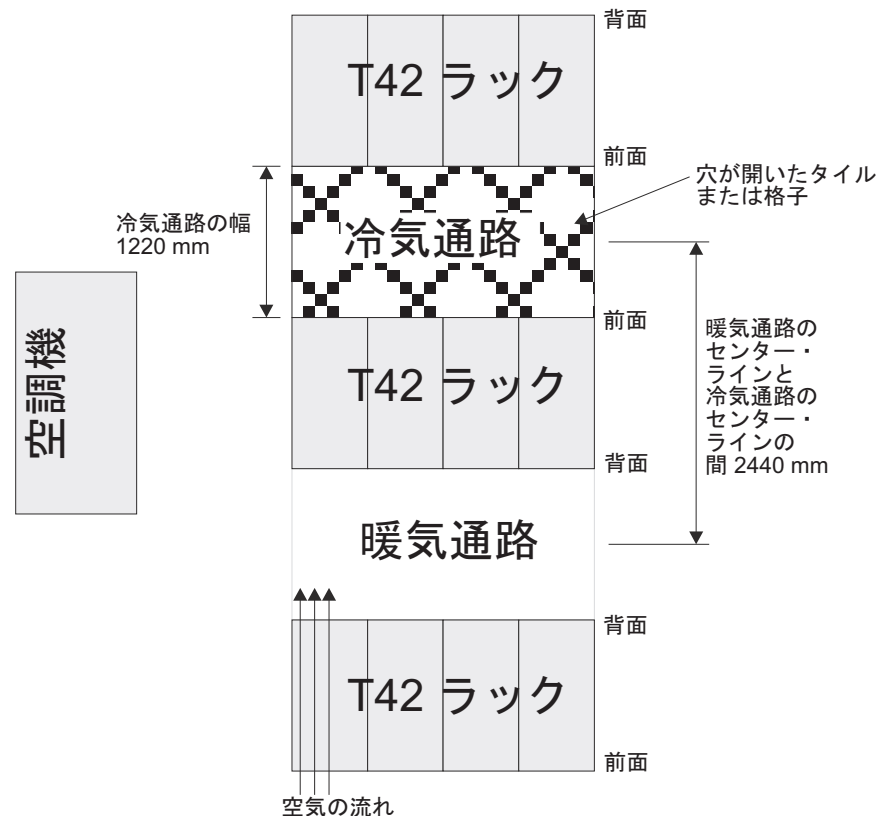

図 8. 冷気通路/暖気通路ラック構成の例
- 空気はラックの前面から入り、背面から出るようにすること。ラックから出る空気が、別の装置の取り入れ口に入らないようにするために、ラックを、背面と背面、あるいは前面と前面を合わせるようにして交互の列に配置する必要があります。この配置方法は冷気通路と暖気通路 と呼ばれ、図 8 にその図を示しました。